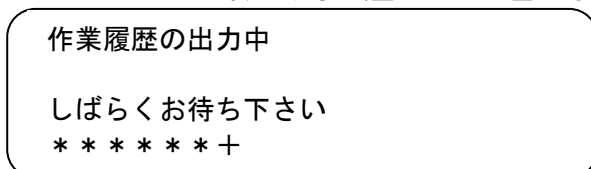

図 37 履歴出力中の画面（コントローラ）
- ③ コントローラのスタートを押します（図 37 の画面になります）